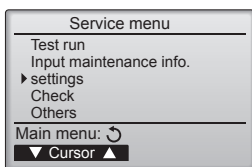

Fig. 6-2
## 6.2. Kaukosäädin (Fig. 6-2)
- ① (Fig. 6-2)